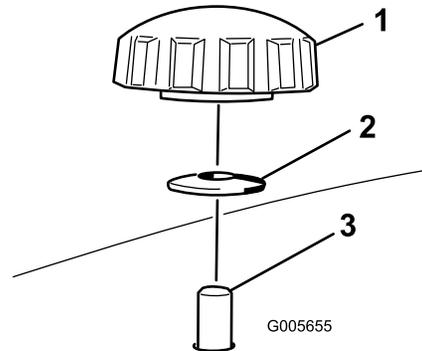

Figura 23
- 4. Remova os 2 manípulos e as anilhas curvas que fixam o abafador direito ao cortador (Figura 23).
- 5. Remova o abafador direito e baixe o defletor de relva por cima da abertura de descarga conforme indicado em Figura 23 e Figura 24.
5. Faça deslizar o abafador direito por debaixo da plataforma do cortador e fixe-o utilizando 2 manípulos e anilhas curvas (lado oval virado para o cortador) conforme indicado em Figura 23 e Figura 24.